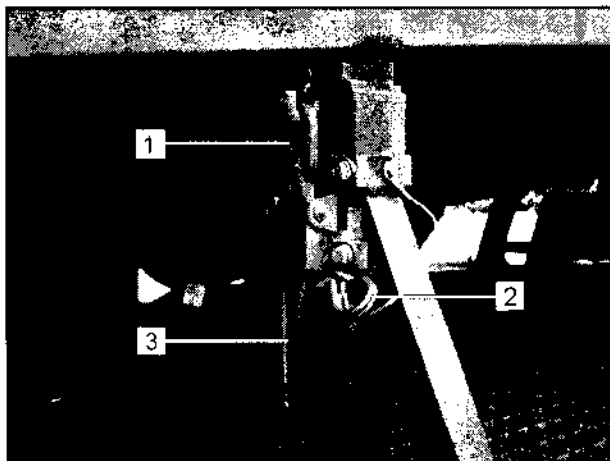

Bild 109
28. Prüfen, ob die Ösen (Bild 109/1) ausgehängt sind. Schalter (Bild 149/12) so lange auf „Ab“ gedrückt halten, bis das Mastpaket um ca. 45° geneigt ist.
32. Öse (Bild 109/1) an beiden Seiten einhängen, Klappbügel (Bild 109/3) nach unten drücken und mit Federsteckern (Bild 109/2) sichern.